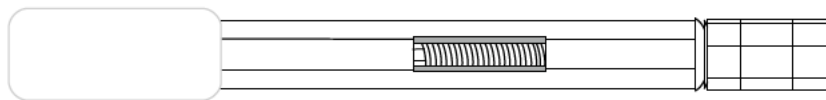

Fig. 6
- Ajuster le nouvel ensemble bouton, vis et écrou (recommandé avec la hausse Galliane™) à la poignée de l'archet (Fig. 6).